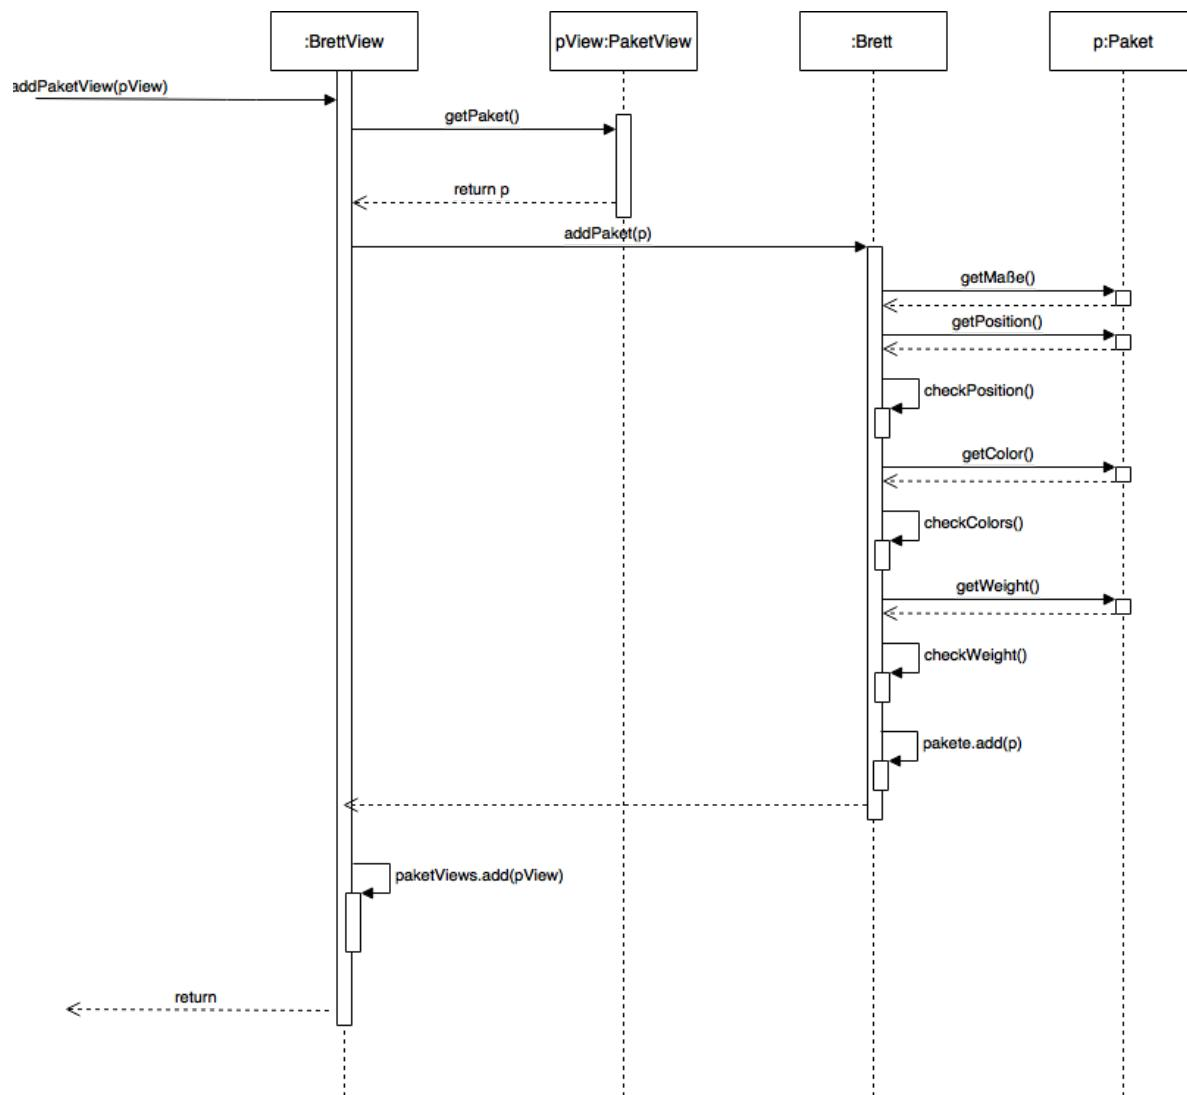

Abbildung 8: Laufzeitsicht: Paket einfügen, UML-Diagramm
1.2.3. Paket einfügen (Abb. 8)